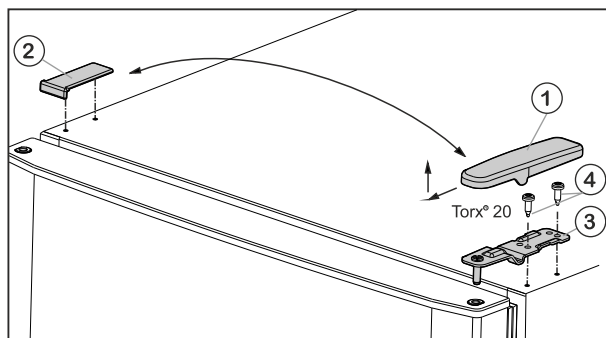

Fig. 5
- Kryt Fig. 5 (1) stáhněte dopředu a nahoru.
- Kryt Fig. 5 (2) zvedněte.
- Horní stojan ložiska Fig. 5 (3) odšroubujte (2 krát Torx® 20) Fig. 5 (4) a stáhněte nahoru.
- Horní stojan ložiska Fig. 5 (3) vložte na nové straně závěsu do dvířek.
- Horní stojan ložiska **pevně přišroubujte (4 Nm)** (2krát Torx® 20) Fig. 5 (4). Popřípadě použijte akumulátorový šroubovák.
- Kryt Fig. 5 (1) na opačné straně zvenčí nasadíte a nechte zaklapnout.
- Kryt Fig. 5 (2) vždy na opačné straně shora nasadíte a nechte zaklapnout.